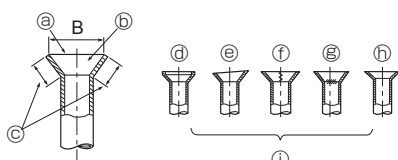

Fig. 5-6
5.3.5. Vérification (Fig. 5-6)